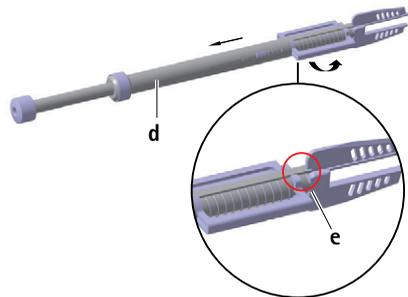

Abb. 3
- ▶ Nut **e** an Käfig **d** in den Meißelsteg einrasten, siehe Abb. 3.